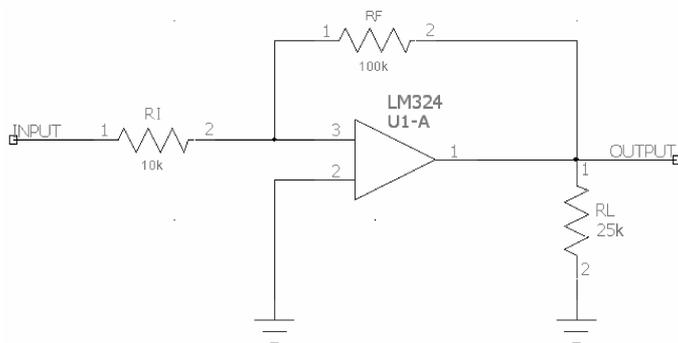
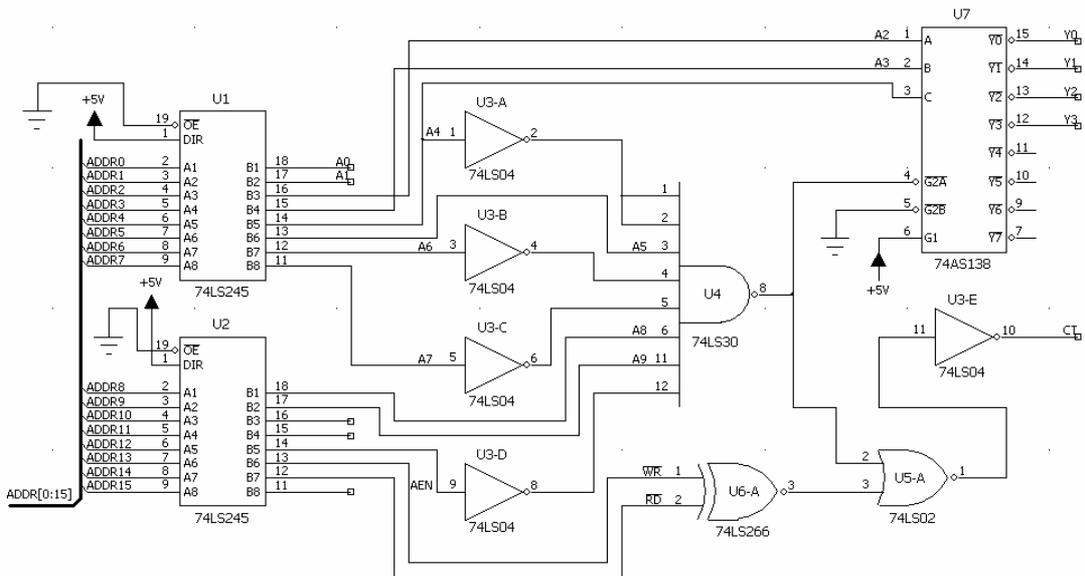

图 3-70 模拟放大电路
图 3-73 译码部分电路
1. 练习绘制图 3-70 ~ 图 3-73 所示的电路原理图，放置元件时注意其位置。